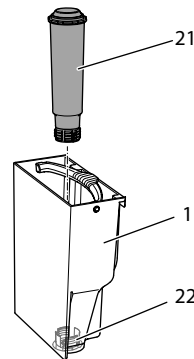

Fig. 15: Iskruning/udskruning af vandfilter
- Fjern vandfilteret (se Fig. 15 på side 175).
9. Sæt et nyt filter ind i vandbeholderen (se *Fig. 15*).
3. Fjern vandbeholderen (se *Fig. 15*).